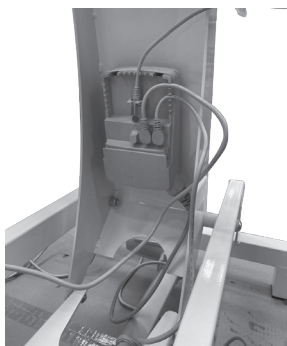

Fig.7
**Nota:** La fig.7 se refiere a la modalidad de instalación y conexión eléctrica de la centralita para los modelos MI380X-MI381X-MI390X-MI391X; para los modelos MI382X-MI383X-MI392X-MI393X, donde hay un solo actuador, la instalación se realiza de la misma manera ilustrada en la Fig. 7, mientras que el esquema de conexión de los conectores del mando a distancia y del actuador a la centralita se encuentra en la Fig.4a.